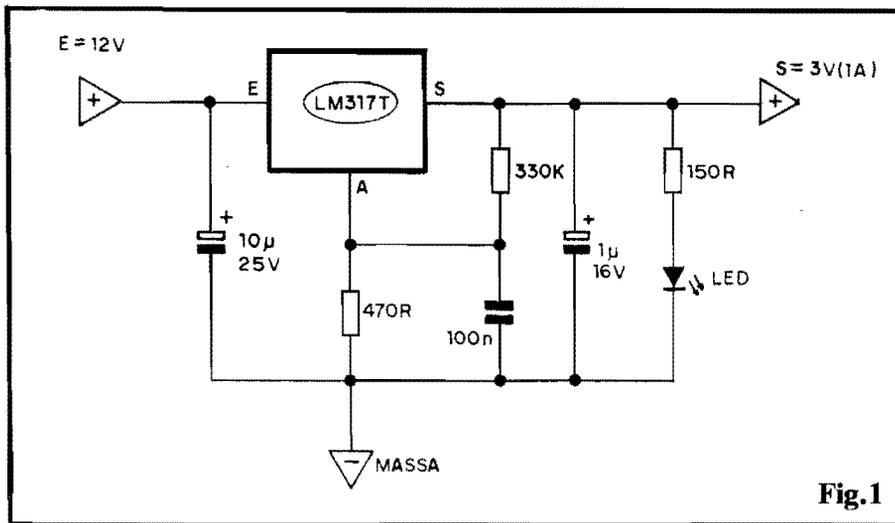

Fig. 1
- **FIG. 1 - O CIRCUITO** - No conversor anteriormente publicado, que "transformava" os 12V nominais da bateria do carro em 6 ou 9 volts (escolhidos por chavinha), usamos um "truque" circuital que possibilitava a um Integrado Regulador de Tensão referenciado para 5V (7805) fornecer as ditas "voltagens" de Saída, com boa precisão e excelente regulagem/estabilização... Infelizmente não é possível
usar semelhante "artifício" para obter, de um 7805, Tensão de Saída **inferior** aos seus 5V nominais... Existe, porém, um outro Integrado Regulador de Tensão, este **ajustável**, "parente" próximo do 7805, que é o LM317T (agora produzido no Brasil pela SID MICROELETRÔNICA...) e a partir do qual "voltagens" de Saída reguladas e estabilizadas, tão baixas quanto até 1,5 volts, podem ser obtidas com facilidade e eficiência, e em arranjos circuitais extremamente simples e econômicos! Observem o diagrama esquemático na fig. 1: o dito LM317T, além dos seus terminais de Entrada (E) e Saída (S), apresenta um terceiro terminal (A) com a função de "ajuste", através de cuja polarização (a partir de um cálculo simples...) podemos determinar a real "voltagem" presente na Saída... No caso, a relação entre os valores dos resistores de 330R e 470R é que determina o "tamanho" da Tensão "S"... Para fugir do uso de resistores ajustáveis (**trim-pots** ou potenciômetros), simplificando e barateando o projeto,